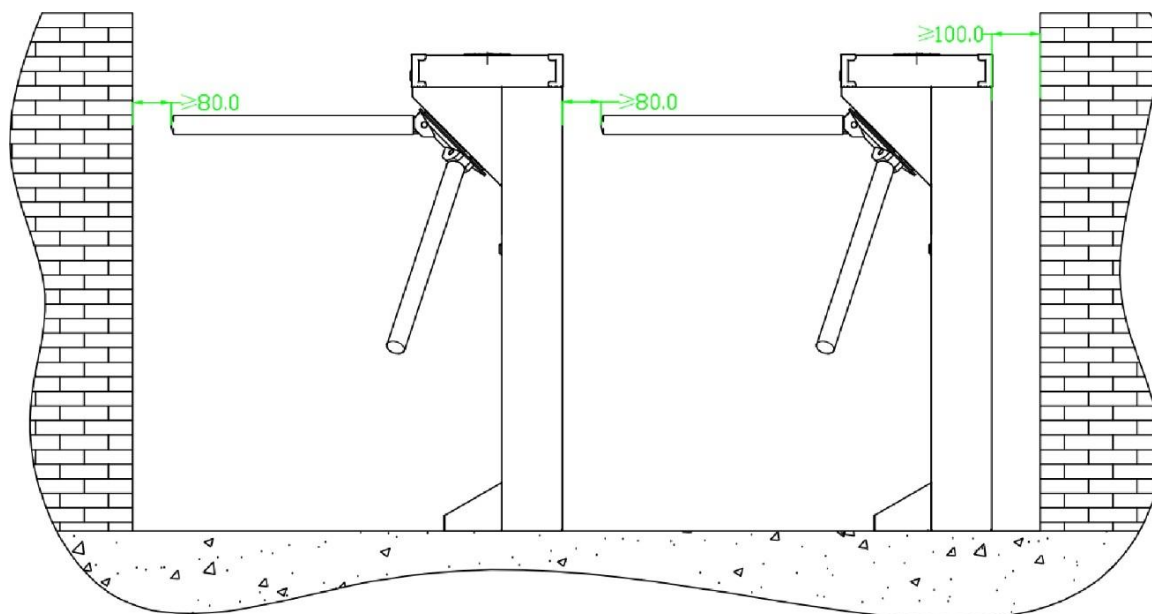

Рисунок 3-1
Для формирования прохода предлагается установить каркас помощника или ограждение, как показано на рис. 3-1.
2. Свободное пространство от конца рычага должно составлять не более 80 мм (см. Рисунок 3-1).